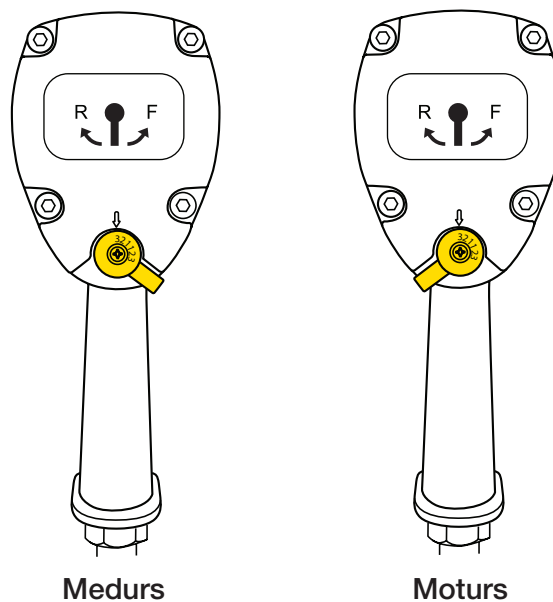

Fig. 6
4. Juster spaken på baksiden av verktøyet, vist i fig. 6, slik at verktøyet settes til høyeste hastighet og rotasjonsretning.